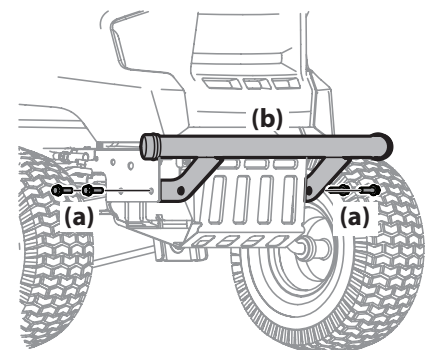

Figura 2-9
2. Coloque los soportes del paragolpes hacia el interior del bastidor del tractor y fíjelos en su lugar con los cuatro tornillos hexagonales con reborde (a). Vea la Figura 2-9.